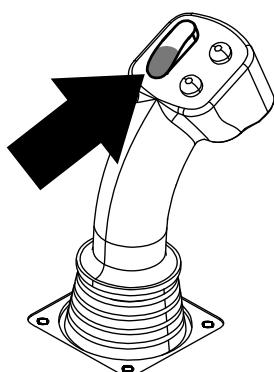

Bild 39
11. Halten Sie den unteren Teil des Kippschalters (Bild 39), bis die Hubarme sich zurückdrehen und die Nocke in die Ausgangsstellung zurückgeht (Reihe 4) (Bild 40).